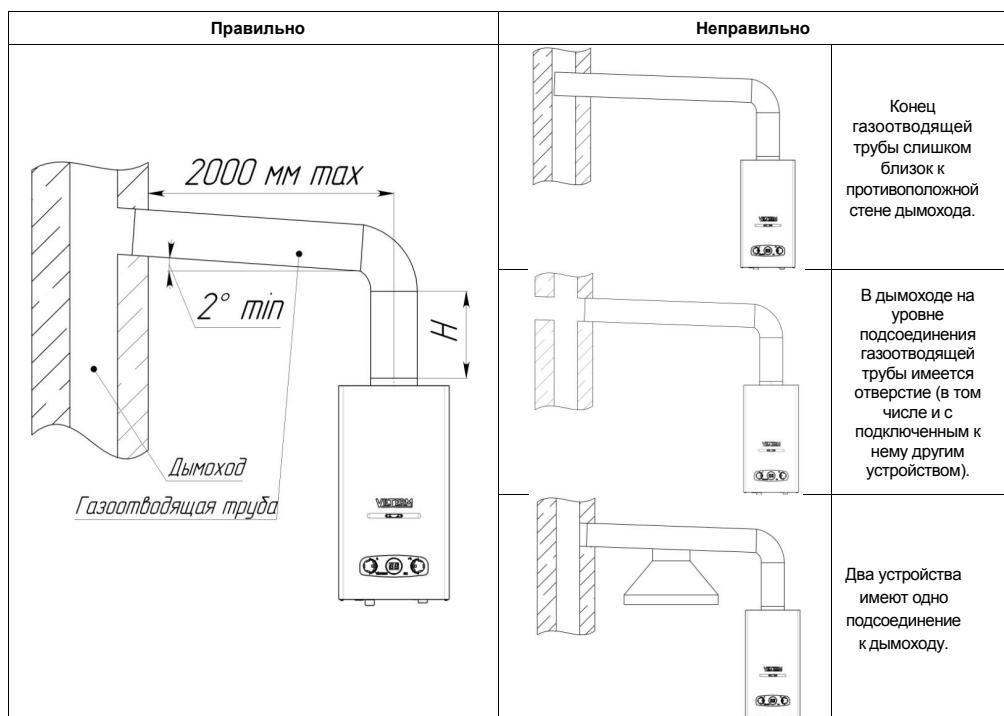

Рисунок 4. Подключение аппарата к дымоходу
- Длина вертикального участка газоотводящей трубы (H, см. рис.4) от аппарата должна быть не менее 500 мм, в помещениях с высотой до 2,7 м, допускается уменьшение длины до 250 мм;